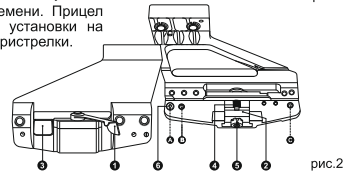

рис.2
Ruotare il fermo (1) in senso antiorario per la posizione "aperto" (Fig.2).